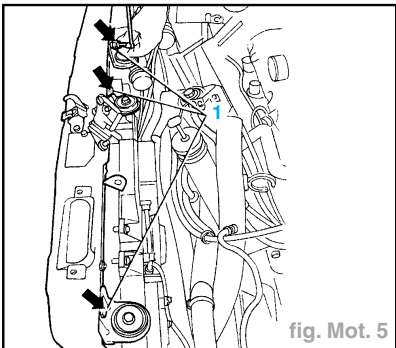

fig. Mot. 5
- Dévisser les vis de fixation (1) des étriers de support radiateur et échangeur de chaleur à la traverse (2) ; déposer ensuite cette dernière avec les groupes optiques (fig. Mot. 5).